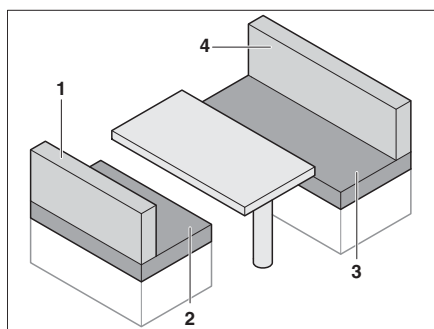

Fig. 74 Prima della trasformazione
- Togliere i cuscini dello schienale (Fig. 74,1 e 4).